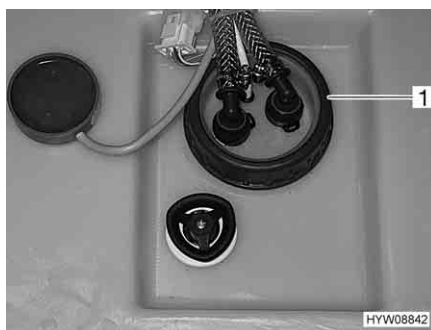

Fig. 181 Apertura per la pulizia sul serbatoio dell'acqua
- Staccare il coperchio (Fig. 181,1) del serbatoio dell'acqua.